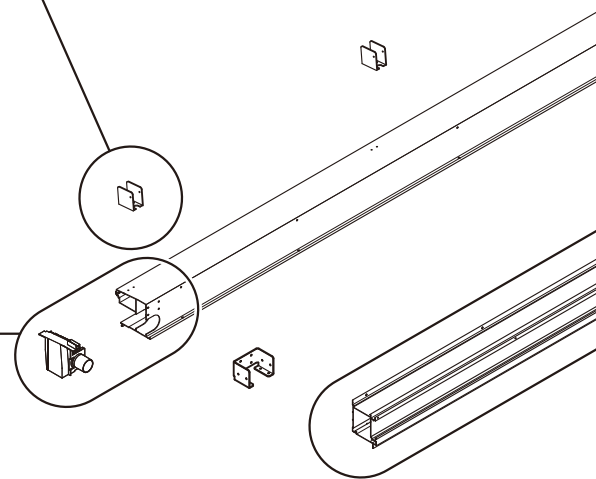

図4-9
- 入隅仕様の場合、入隅側に取付ける桁キャップのリブをカットしてください。(図4-9参照)